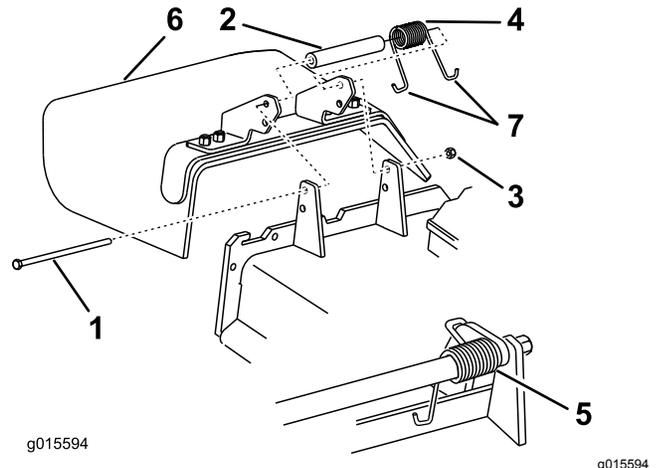

Figure 51
3. Retirez le contre-écrou, le boulon, le ressort et l'entretoise qui fixent le déflecteur aux supports de pivot (Figure 51).
5. Placez une extrémité en J du ressort derrière le bord du tablier (Figure 51).
Remarque: Prenez soin de placer une extrémité en J du ressort derrière le bord du tablier avant de mettre le boulon en place, comme montré à la Figure 51.
7. Placez une extrémité en J du ressort autour du déflecteur d'herbe (Figure 51).